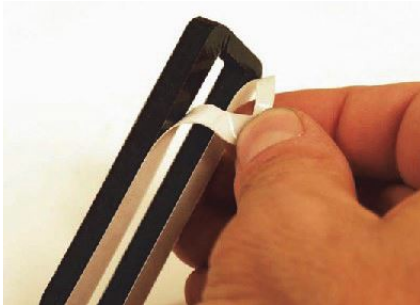

图 1-8 从泡棉胶垫上撕下保护背衬层
5. 从新的泡棉胶垫上撕下保护背衬层（参见第 21 页的图 1-8）。